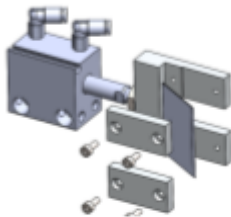

Abbildung 8
Schritt 4: Lösen Sie 4 der Schrauben mit einem Inbusschlüssel aus dem Messerhalter und nehmen Sie das Messer heraus (siehe Abbildung 8).